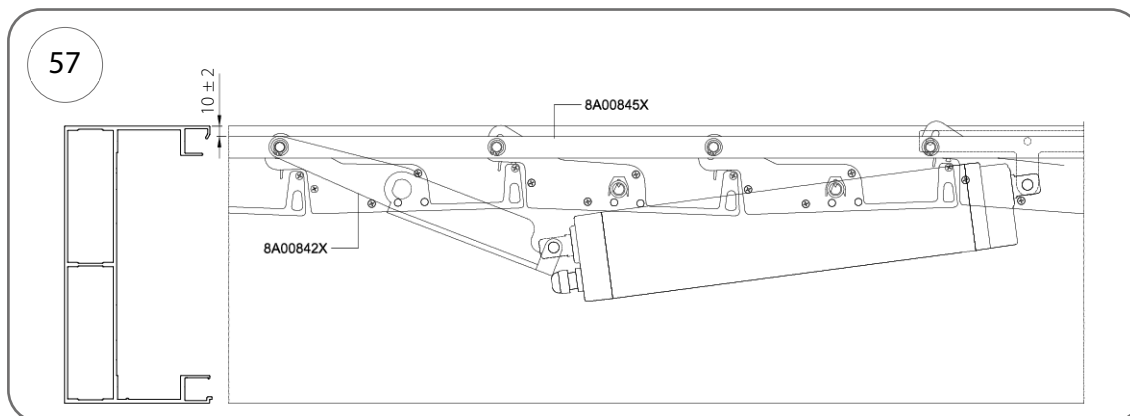

Рис. 57
3. Встановіть положення закритого кінця, як показано на рис. 57.